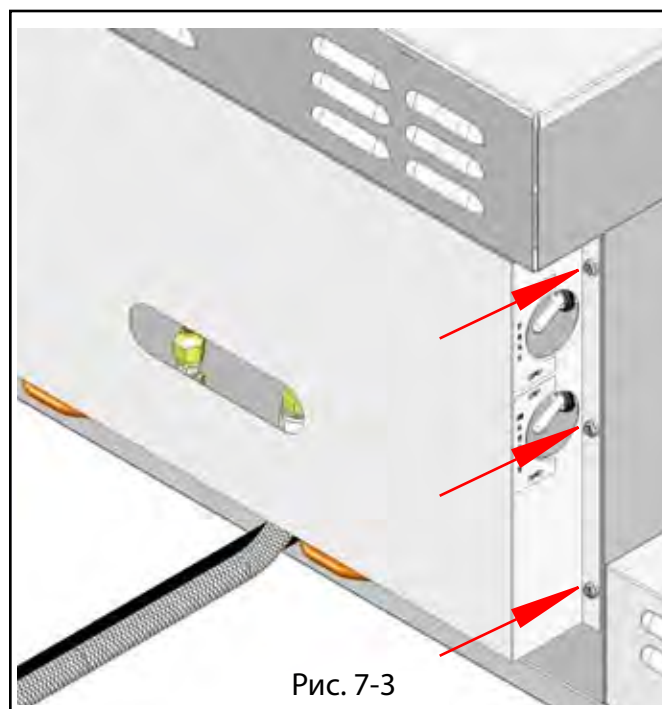

Рис. 7-3
5. Установите на место заднюю крышку. Рис. 7-3.